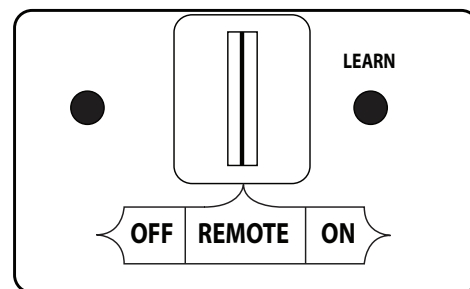

Fig. 40-1 Détail récepteur de télécommande (REMOTE)
1. Repérez l'interrupteur à 3 positions sur le récepteur de télécommande (voir Fig. 40-1), Et faites glisser le commutateur sur la position **REMOTE** (éloigné).